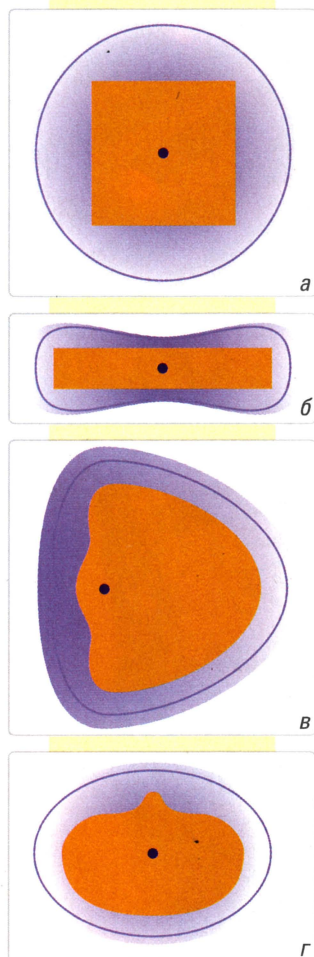

Рис. 6
1. Для круговых или квадратных территорий (рис. 6,а) относительно правильной формы можно использовать всенаправленную антенну, помещенную в центр территории.
2. Для прямоугольных территорий (рис. 6,б) можно смонтировать направленные антенны, расположенные на противоположных сторонах мачты.
3. Граничные области (рис. 6,в) покрываются с помощью антенн, имеющих широкую (180°) диаграмму направленности.
4. Для областей неправильной формы (рис. 6,г) можно использовать комбинации антенн.